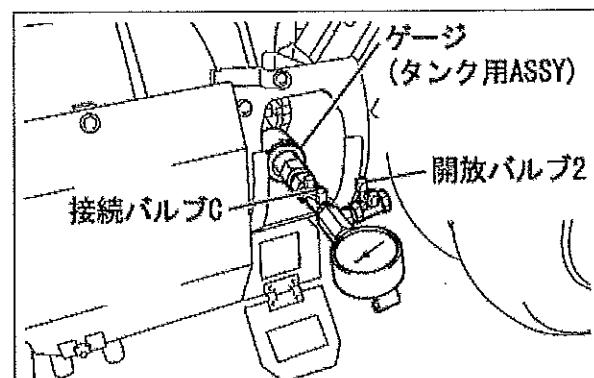

図4
- ゲージ(タンク用 ASSY)を給油口に接続する。(図4参照)
ことを確認する。(図4参照)